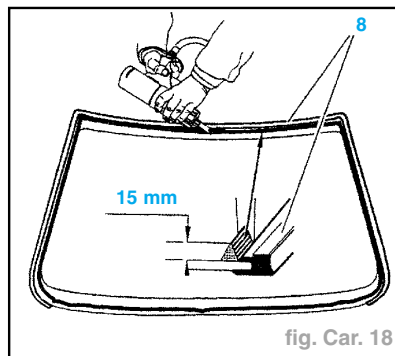

fig. Car. 18
- Poser l'enjoliveur de pare-brise (8) (fig. Car. 18).